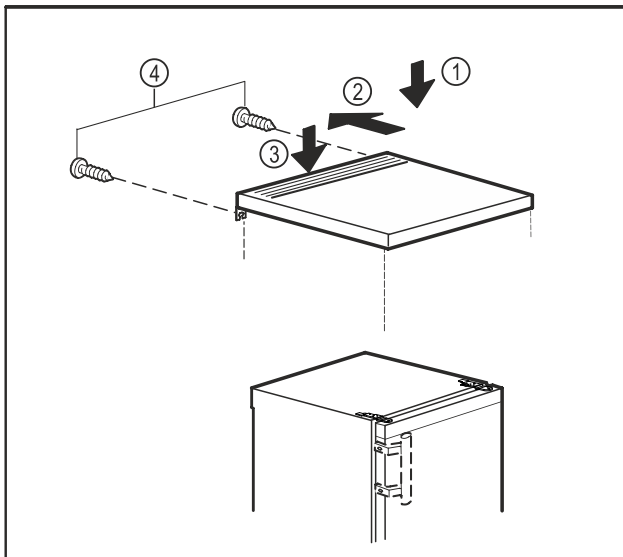

Fig. 11
- ▶ Colocar el tablero sobre el electrodoméstico. Fig. 11 (1)
- ▶ Empujar el tablero hacia atrás. Fig. 11 (2)
- ▶ Presionar el tablero hacia abajo por la parte posterior. Fig. 11 (3)
- ▶ Apretar los tornillos en la parte posterior. Fig. 11 (4)